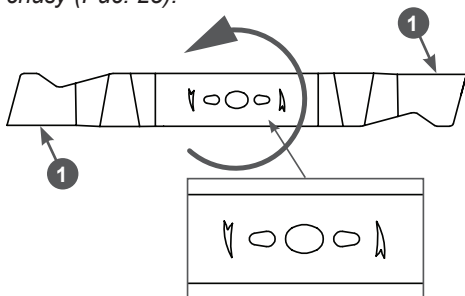

Рис. 25 Направление вращения ножа (вид снизу)
Направление вращения вала двигателя против часовой стрелки (если смотреть со стороны вала). Нож надо устанавливать на адаптер так, чтобы лезвия 1 ножа также были обращены в сторону вращения вала двигателя. Дополнительно на ноже нанесены стрелки, указывающие правильное направление вращения ножа, которые после установки ножа на адаптер должны оказаться снизу (Рис. 25).
3. Снимите ремень 2 со шкива адаптера в сторону двигателя и снимите адаптер 1 с вала двигателя (Рис. 25).